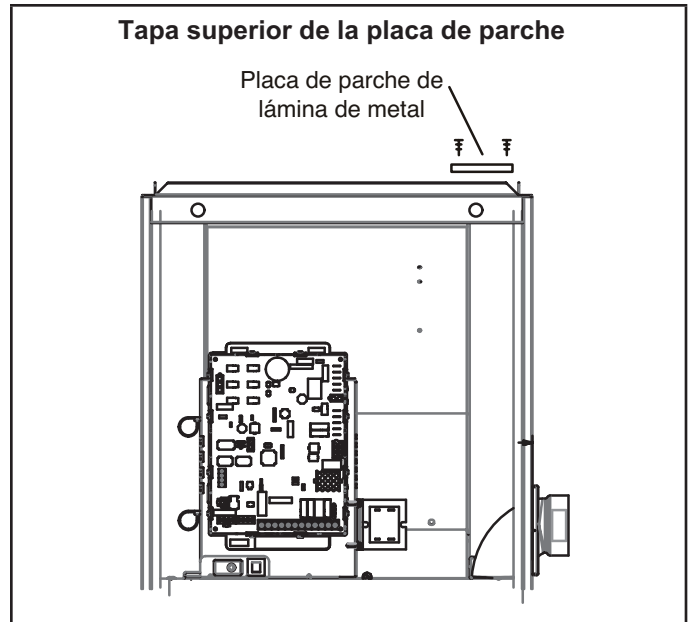

FIGURA 20
- 8 - Reutilice la placa de parche para cubrir el agujero en la tapa superior. Ver "FIGURA 20". Quite los dos tornillos que sujetan la tapa superior al calefactor en el lado derecho y reinstálela sujetando el borde derecho de la placa de parche y el lado derecho de la tapa superior al calefactor. Use dos tornillos para hoja metálica de autoperforación (incluidos) para terminar de sujetar el borde izquierdo de la placa de parche en el lado izquierdo.